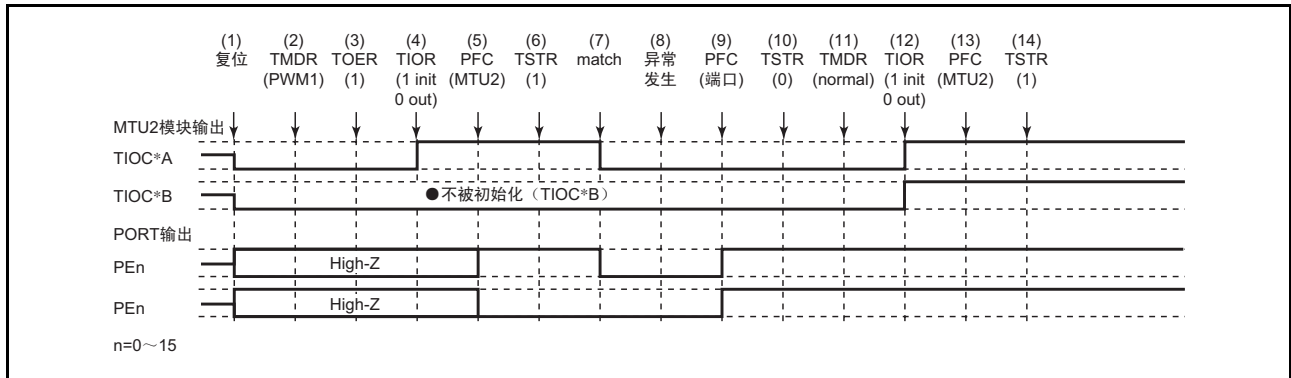

图 12.121 在 PWM 模式 1 中发生异常并且在正常模式中恢复的情况
在 PWM 模式 1 中发生异常并且重新设定后在正常模式中重新开始时的说明如图 12.121 所示。
(1) ~ (10) 和图 12.121 共用。
(11) 在 PWM 模式 1 中重新开始的情况下不需要此步骤。
(12) 必须通过 TIOR 对引脚进行初始化（在 PWM 模式 1 中不对 TIOC*B 进行初始化）。
(13) 必须通过通用输入/输出端口设定为此模块的输出。
(14) 通过 TSTR 重新开始。
(11) 设定 PWM 模式 2。
(12) 必须通过 TIOR 对引脚进行初始化（在 PWM 模式 2 中不对周期寄存器的引脚进行初始化）。
(11) 设定相位计数模式。
(12) 必须通过 TIOR 对引脚进行初始化。
(11) 为了对波形生成部进行初始化，必须设定正常模式。
(12) 必须通过 TIOR 对 PWM 模式 1 的波形生成部进行初始化。
(13) 必须通过 TIOR 禁止 PWM 模式 1 的波形生成部的运行
(14) 必须通过 TOER 禁止通道 3 和通道 4 的输出。
(15) 必须通过 TOCR 选择 PWM 的输出电平以及允许或者禁止周期输出。
(16) 设定互补 PWM。
(17) 必须通过 TOER 允许通道 3 和通道 4 的输出。
(18) 必须通过通用输入/输出端口设定为此模块的输出。
(19) 通过 TSTR 重新开始。